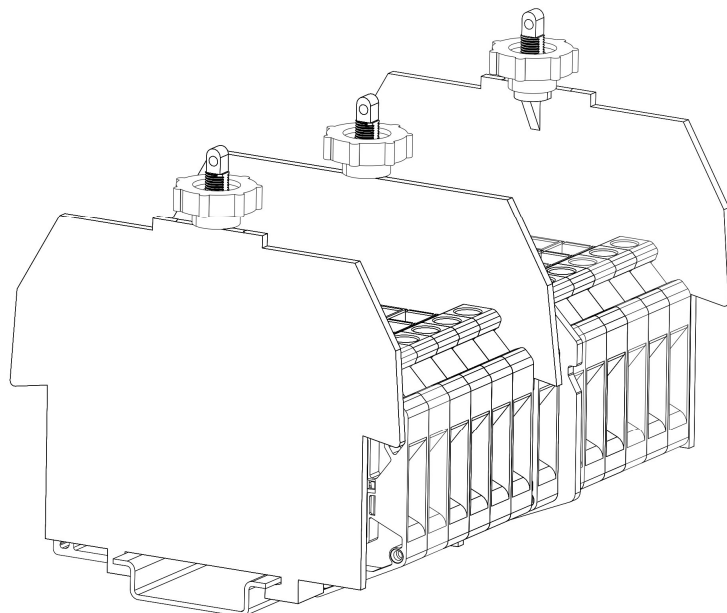

Рисунок 91 – держатели защитного профиля на монтажной рейке
- Для установки защитного профиля, необходимо установить держатели защитного профиля вдоль монтажной рейки (рис. 91).